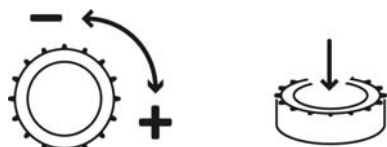

Fig. 11: Betätigen des Bedienknopfes
$n=f(AI)$ (Stellerbetrieb – siehe Fig. 11)
- Das **LCD-Display** zeigt die Betriebszustände der Pumpen, des Reglers und des Frequenzumrichters an. Mittels Bedienknopf erfolgt die Menüauswahl und Parametereingabe. Zur Veränderung von Werten bzw. zum Scrollen durch eine Menüebene ist der Knopf zu drehen, zum Auswählen und Bestätigen ist er zu drücken (Fig. 11).